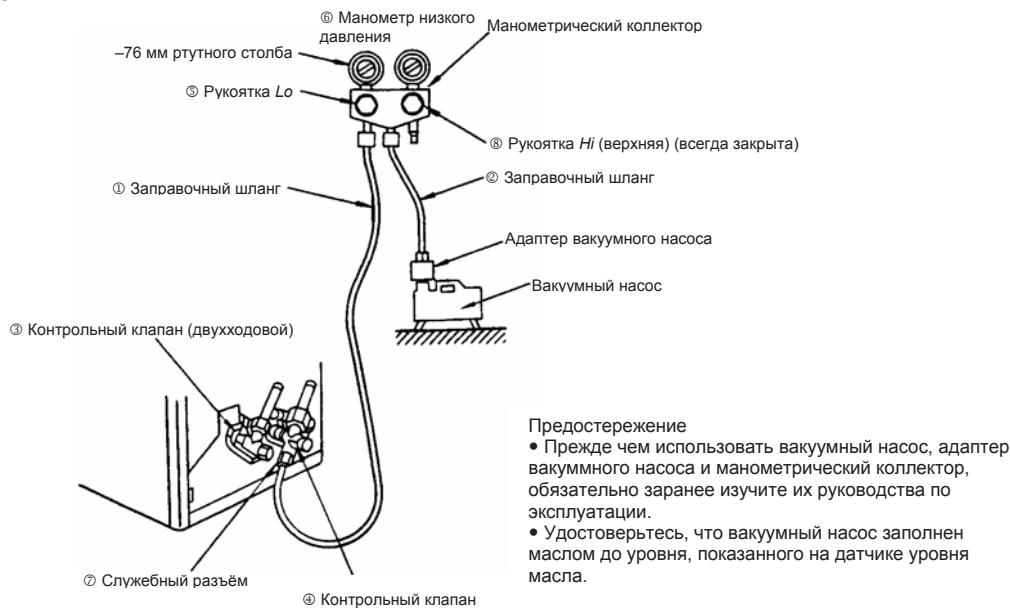

Рис. 6: расположение компонентов во время продувки воздухом с помощью вакуумного насоса
(1) Продувка воздухом с помощью вакуумного насоса и выявление утечек (см. рис. 6)
- а) Подсоедините заправочный шланг к внешнему блоку. ①
- б) Подсоедините заправочный шланг к адаптеру вакуумного насоса. ②